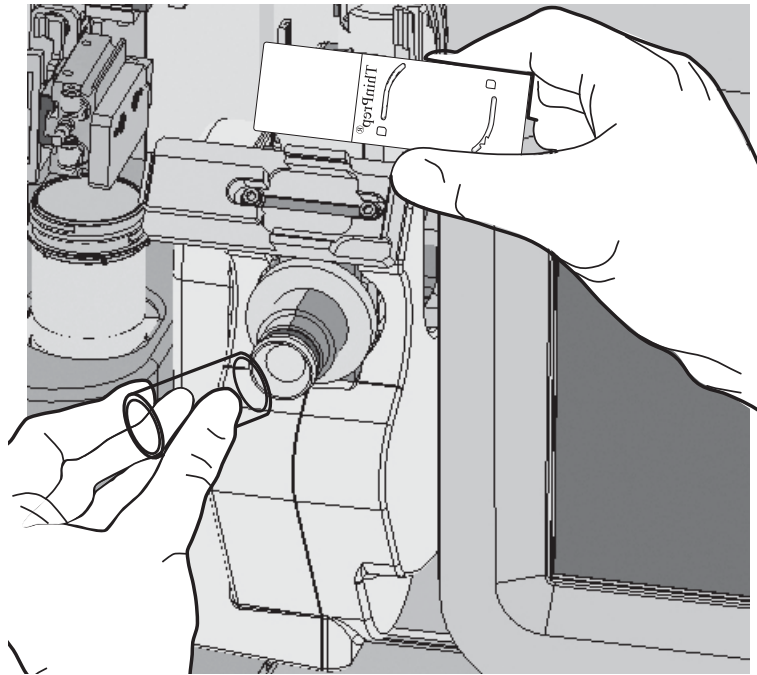

Figura 7-16 Colocar lâmina e filtro
4. Coloque suavemente o frasco PreservCyt firmemente tapado e etiquetado contendo a amostra de paciente no copo dispersor até o fundo do frasco ficar apoiado sobre a base do copo dispersor. Consulte Figura 7-16.